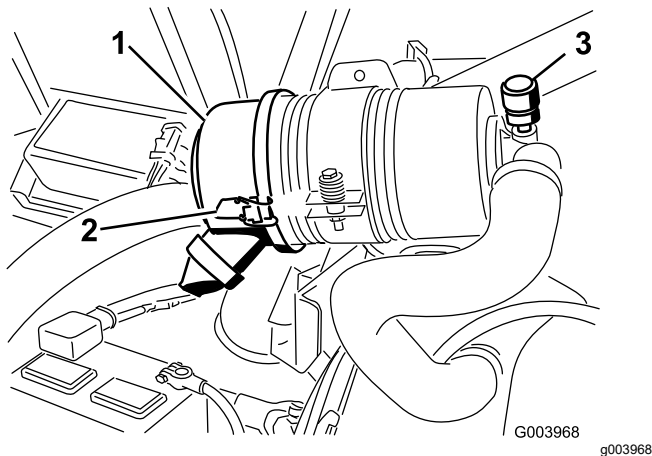

Figura 74
Faça a manutenção ao filtro de ar apenas quando o indicador de serviço (Figura 74) o exigir. Mudar o filtro de ar antes de ser necessário apenas aumenta a possibilidade de entrar sujeira no motor quando se retira o filtro.
1. Liberte os trincos que fixam a cobertura do filtro de ar ao respetivo corpo (Figura 74).